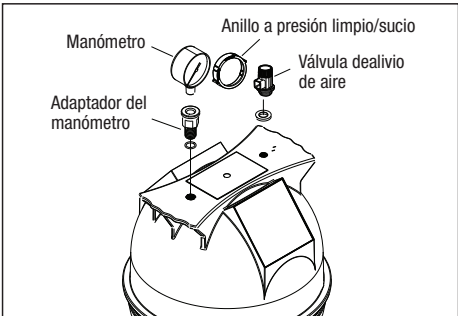

Figura 2. Manómetro y conjunto de alivio de presión
4. Instale el manómetro y el conjunto del adaptador en el orificio roscado con la marca “Pressure Gauge” (Manómetro) en la parte superior del filtro. Consulte la Figura 2.
5. Instale la válvula de alivio de alivio de aire en la apertura roscada con la marca “Air Release” (Alivio de aire) en la parte superior del filtro. Consulte la Figura 2.